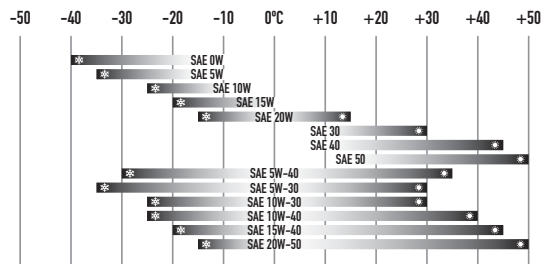

Рис. 4
- Рекомендуемое масло SAE 10W30, качество масла по нормам API – не ниже «SF» (Рис. 4);